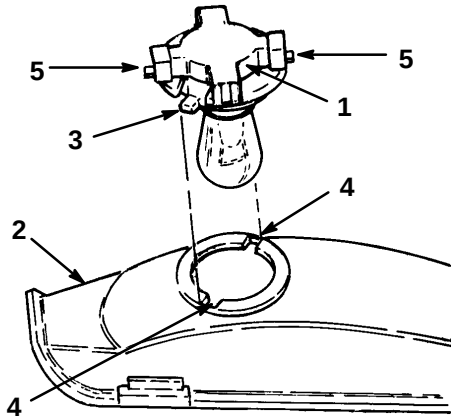

Abbildung 48
3. Die Birnenfassung um 1/4 Umdrehung im Gegenuhrzeigersinn drehen und aus dem Reflektor nehmen (Abb. 48).
2. Die Birnenfassung hat zwei Zungen (Abb. 48). Die Zungen auf die Schlitz im Reflektor ausrichten, die Birnenfassung in den Reflektor einsetzen und im Uhrzeigersinn 1/4 Umdrehung bis zum Anschlag drehen.